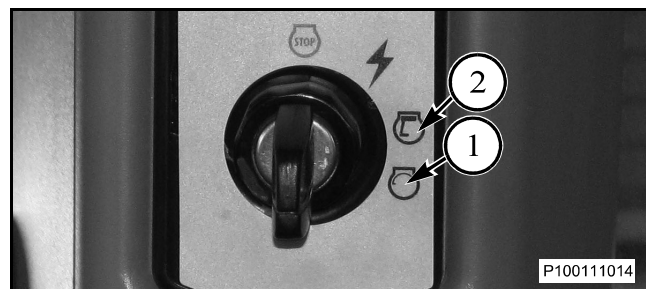

Figure 1
Figure 1: Mettre la clé du contacteur de démarrage du moteur sur la position de démarrage (1) pour démarrer le moteur. Relâcher la clé de contact dès que le moteur démarre. La clé revient en position de marche (2). Une fois que le moteur démarre, maintenir le levier de contrôle d'accélérateur dans la position de ralenti jusqu'à ce que l'aiguille du manomètre d'huile moteur soit dans la plage verte.